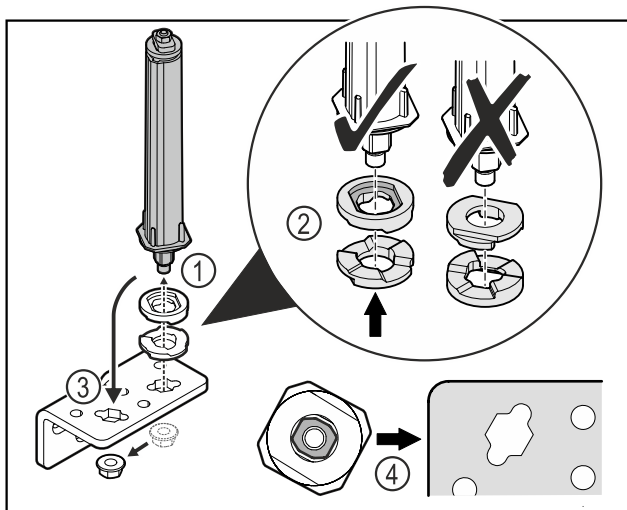

Fig. 46
- ▶ Развийте гайката и свалете затварящата система на вратата Fig. 46 (1).
- ▶ Обърнете внимание на правилното подравняване на шайбите за регулиране на височината Fig. 46 (2).
- ▶ Преместете затварящата система на вратата в ъгъла на пантата и я фиксирайте с гайката Fig. 46 (3).
- ▶ При поставяне се уверете, че затварящата система на вратата е правилно подравнена Fig. 46 (4).